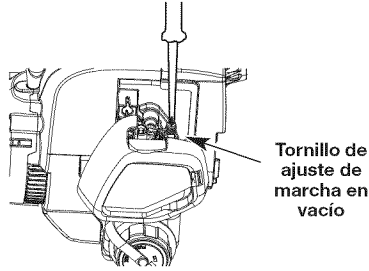

Fig. 17
La velocidad de marcha en vacío del motor se puede ajustar. Hay un tornillo de regulación de marcha en vacío entre la tapa del filtro de aire y la carcasa del motor de arranque (Fig. 17).
2. Suelte el gatillo del regulador y deje que el motor se mantenga en marcha en vacío. Si el motor se detiene, inserte un destornillador pequeño phillips en el tornillo de ajuste de marcha en vacío (Fig. 17). Gire el tornillo de marcha en vacío en sentido de las agujas del reloj 1/8 de vuelta cada vez (según sea necesario) hasta que el motor funcione en marcha en vacío sin inconvenientes.